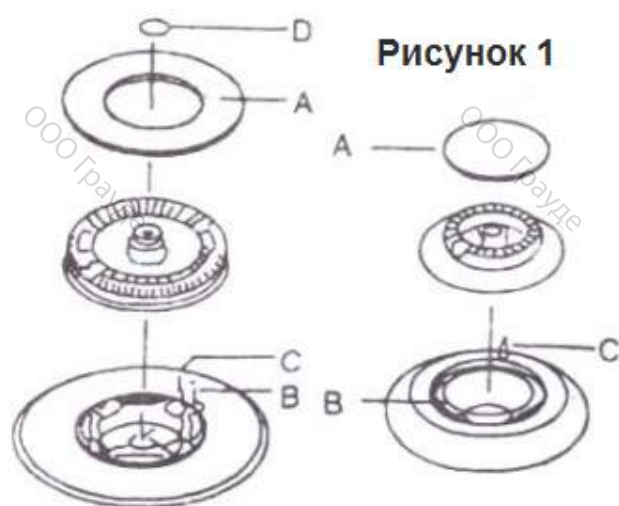

Рисунок 1
- После того, как пламя загорится, не отпускайте ручку в течение приблизительно 10 секунд: это необходимо, чтобы нагреть термопары (рисунок 1, С) и активации клапана безопасности, который в противном случае перекроет поток газа.
Автоматическая система розжига оборудована (если таковая система установлена) керамической свечой или металлическим электродом (Рисунок 1, В). Эти элементы конфорки необходимо периодически очищать. Кроме того, необходимо проверять, не заблокированы ли полости в горелках, чтобы избежать затруднений при розжиге.